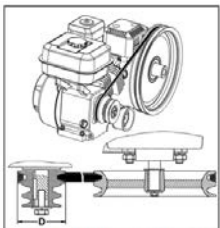
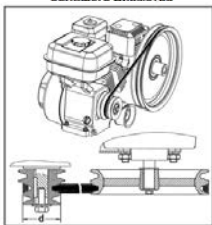

Рис. 31 Установка ремня в ручей шкива большего диаметра
Рис. 32 Установка ремня в ручей шкива меньшего диаметра
3. Установите ремень привода в ручей шкива вала двигателя большего «D» или меньшего диаметра «d» и соответствующие им ручьи шкива вала коробки передач. На Рис. 31 показана установка ремня в ручей шкива большего диаметра «D». На Рис. 32 показана установка ремня в ручей шкива меньшего диаметра «d».